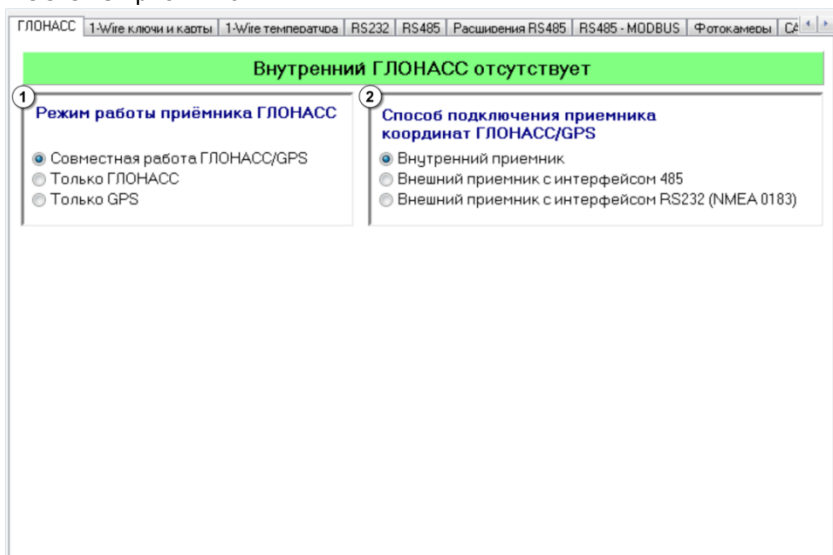

Рис.24 – ГЛОНАСС.
- **использовать интерфейс 485 для подключения внешнего приемника координат ГЛОНАСС/GPS** - при выборе данной опции для подключения внешнего приемника координат ГЛОНАСС/GPS используется интерфейс 485. Опция дублируется во вкладке «ГЛОНАСС» (рис.24,п.2.2).